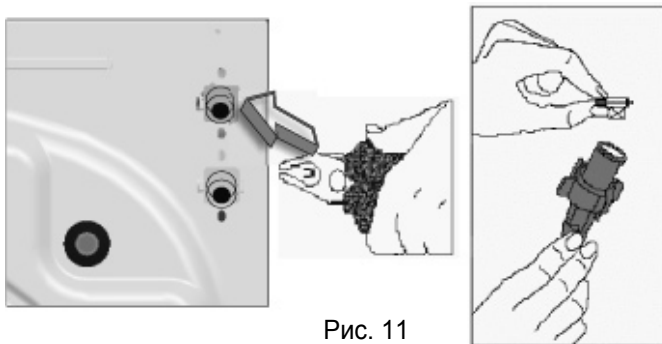

Рис. 11
7.4. Очищення фільтрів для подачі води (Рис. 11)